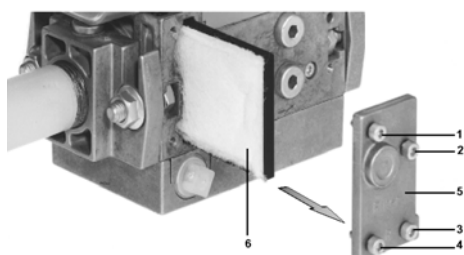

Fig. 25
- 2 Îndepărtați șuruburile 1 ÷ 4 utilizând o cheie Allen n. 3 (imbus) și îndepărtați capacul filtrului 5 ca în Fig. 25.